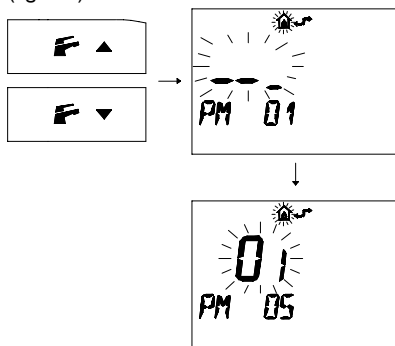

fig. 8.4
- 11 Premere i pulsanti o per visualizzare la programmazione "*PM 05*" Tipo di gas (fig. 8.4)